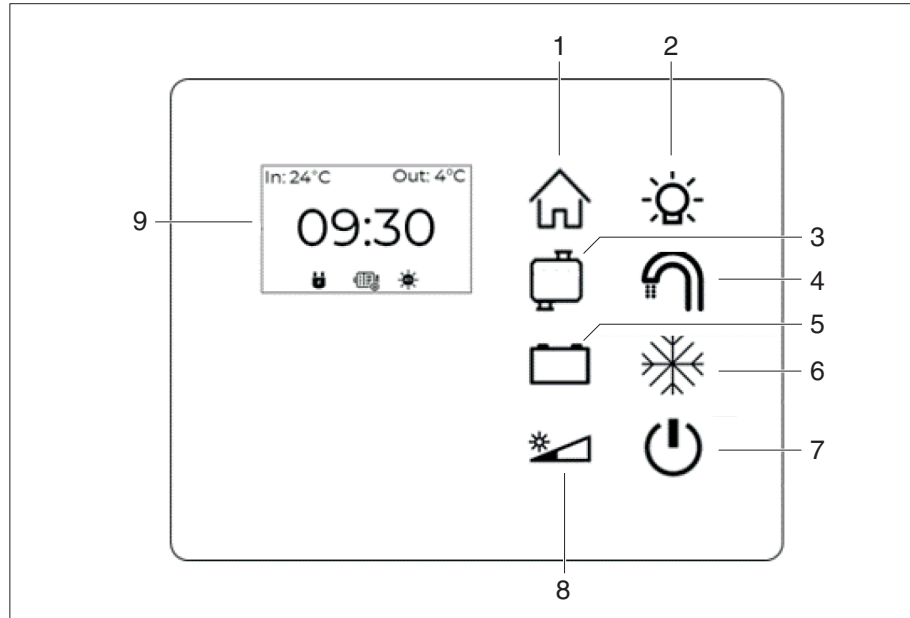

Figure 59 Panneau de commande D200
L'affichage de l'écran de contrôle passe au mode d'affichage correspondant en appuyant sur les touches (Figure 59, 1, 3 et 5).
En maintenant la touche Home (Figure 59, 1) enfoncée, le mode Réglage de l'heure est activé. L'écran de contrôle n'affiche plus que l'heure. Un curseur clignote sous l'affichage des heures (HH:MM).
Le panneau de commande indique sur l'écran de contrôle, lorsque la touche Home est activée (Figure 59, 1), la source d'énergie utilisée pour charger la batterie de cellule.
La touche Power (Figure 59, 7) sert à la mise en service et hors service du panneau de commande. L'éclairage est réglé par défaut sur un niveau de luminosité moyen et peut être ajusté manuellement en appuyant simplement sur la touche de variation (Figure 59, 8). Indépendamment du niveau de luminosité réglé, l'éclairage s'assombrit en cas d'inactivité et se réactive en appuyant sur n'importe quelle touche. Dans ce cas, le dernier niveau de luminosité utilisé est conservé. La touche de variation (Figure 59, 8) est toujours allumée en jaune, sauf en mode nuit.
En maintenant la touche de variation (Figure 59, 8) appuyée, le panneau de commande bascule en mode nuit. Seule la touche de variation reste encore faiblement allumée en rouge afin d'éviter toute confusion avec un panneau de commande éteint.
Si le niveau d'eau fraîche est très bas ou si le réservoir d'eaux usées est presque plein, la touche de contrôle (Figure 59, 3) du panneau de commande clignote en rouge. L'actionnement de la touche de contrôle permet de naviguer dans les affichages d'état des niveaux de remplissage.
- Appuyer sur la touche de contrôle (Figure 59, 3).
- Appuyer à nouveau sur la touche de contrôle (Figure 59, 3).
Le panneau de commande permet un retour sonore du niveau de remplissage lors du remplissage du réservoir d'eau fraîche. Pour activer, maintenir appuyée la touche de contrôle (Figure 59, 3) pour le niveau de remplissage d'eau fraîche.
La touche clignote après activation. La mesure du niveau de remplissage dépend de la forme du réservoir installé. Si le niveau de remplissage atteint environ 80 % du volume réel du réservoir, un signal sonore d'avertissement retentit. Lorsque le niveau de liquide augmente, les intervalles entre les signaux sonores se raccourcissent afin d'éviter tout débordement. Le signal sonore s'arrête lorsque le mode Appoint est désactivé. Cela se produit en appuyant à nouveau sur la touche de contrôle (Figure 59, 3).
Si la tension de la batterie est très faible, la touche de contrôle (Figure 59, 5) du panneau de commande clignote en rouge ou en blanc.
- Appuyer sur la touche de contrôle (Figure 59, 5).
- Appuyer à nouveau sur la touche de contrôle (Figure 59, 5).
Si la tension de la batterie de cellule est très faible, la touche de contrôle (Figure 59, 5) du panneau de commande clignote en rouge. De plus, la barre d'état de la batterie de cellule clignote sur l'écran de contrôle. Si la batterie de cellule n'est pas chargée, la tension de batterie continue de chuter. Dès qu'une valeur critique pour la batterie est atteinte, la protection de la batterie se déclenche.